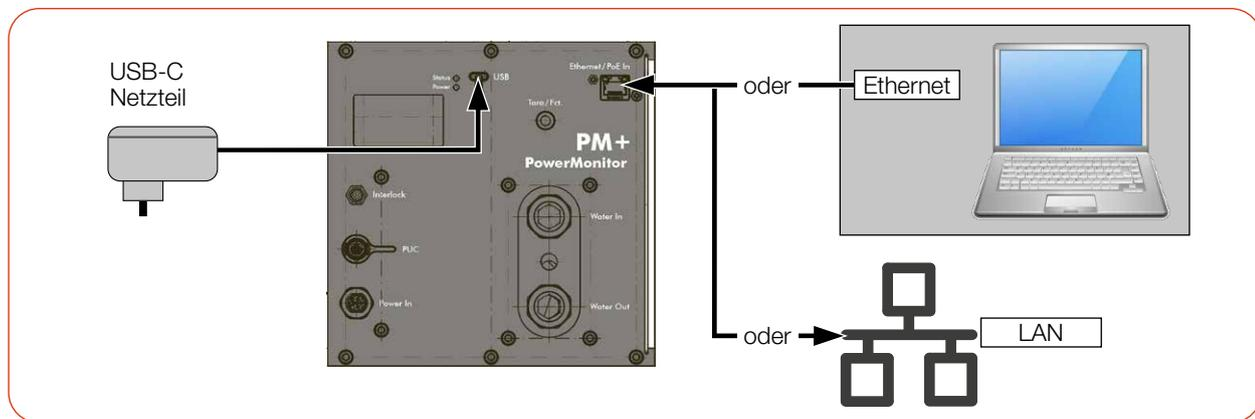

Abb. 8.6: Spannungsversorgung über USB-C Netzteil, Datenübertragung über Ethernet
► Schließen Sie die Kabel gemäß der Abb. 8.6 auf Seite 30 an.